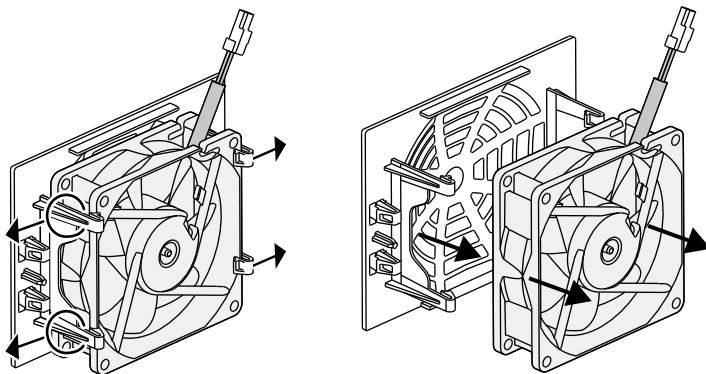

Abb. 76: Demontage Lüftergitter
5. Der Lüfter kann zusätzlich noch vom Lüftergitter abgezogen werden. Dazu Befestigungslaschen leicht nach außen drücken und Lüfter abziehen.  **Abb. 76**